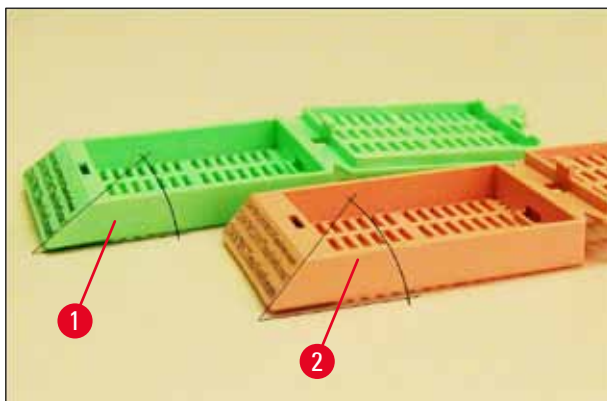

Fig. 8
- L'angle (→ "Fig. 8"), mesuré du bas, peut être de 35° (→ "Fig. 8-1") ou de 45° (→ "Fig. 8-2").